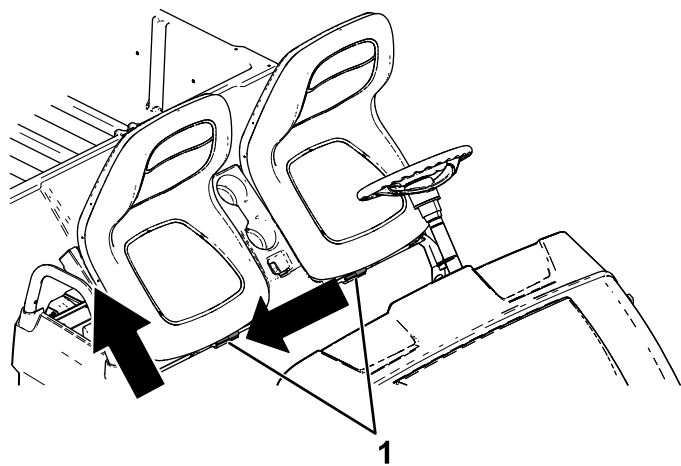

Figura 30
2. Deslice el conjunto de asientos hacia un lado hasta que se desenganchen los pasadores, y levante el conjunto de asientos hacia arriba (Figura 30).